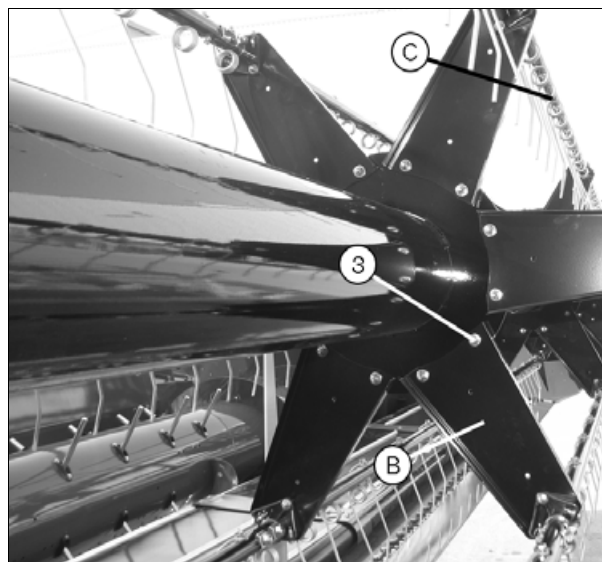

Рис. 12.
3. Отверните болты и снимите лучи мотовила (В) (рис. 12).